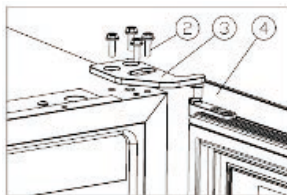

Figura 2
- Desaperte os 16 parafusos M5*②, desmonte a dobradiça inferior direita ⑤.[Figura 2]